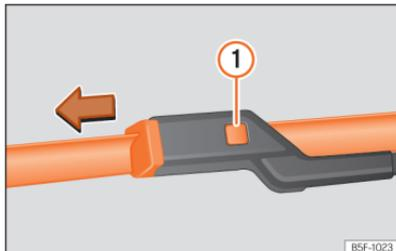

Abb. 152 Scheibenwischerblätter vorne auswechseln.
- Die Entriegelungstaste »» » (Abb. 152) ① gedrückt halten und gleichzeitig das Scheibenwischerblatt vorsichtig in Pfeilrichtung abziehen.